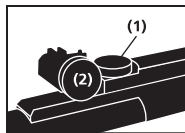

ilustración 7
Ajustes de las Holguras- Los ajustes de las holguras se controlan girando la perilla(2) de al lado (vea la **ilustración 7**). Si el rifle de aire comprimido dispara a la derecha: ajuste en sentido contrario de las agujas del reloj. Si dispara a la izquierda: ajuste en sentido de las agujas del reloj.